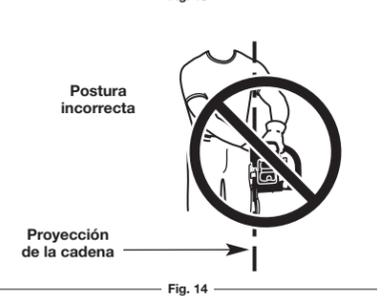

Fig. 14
**ADVERTENCIA:** Nunca accione el gatillo de control del regulador con la mano izquierda cuando sostenga la empuñadura delantera con la mano derecha. Al operar una sierra, no deje nunca que alguna parte de su cuerpo quede en línea recta con la cadena (Fig. 14).